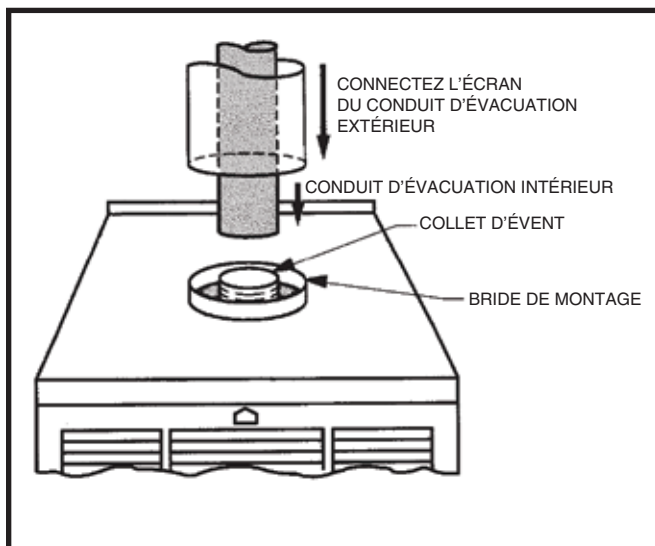

Figure 22. Branchement du tuyau d'air de combustion
3. Connectez le conduit d'évacuation intérieur au collet d'évent de la fournaise. Consultez la Figure 22 (page 12).
4. Connectez le tuyau d'air de combustion au collet de la fournaise avec une vis à tôle. Voyez la Figure 22.